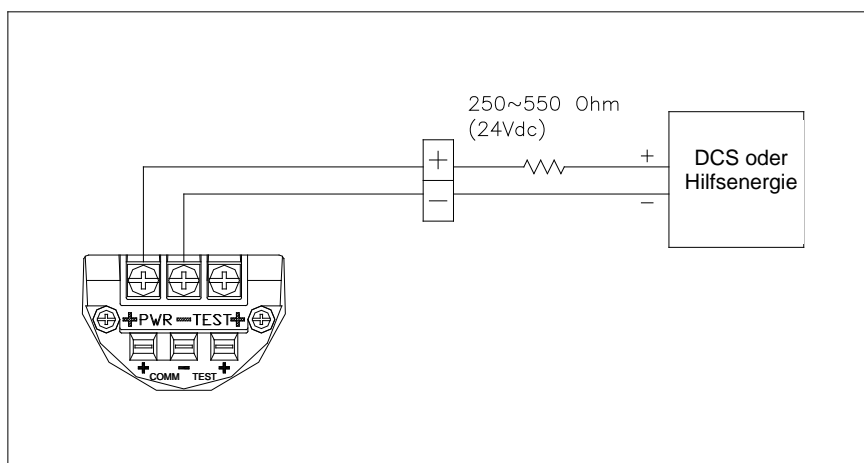

Abbildung 5-2: Anschluss an die Messumformer-Klemmleiste
- (1) Den Gehäusedeckel auf der mit „FIELD TERMINALS“ (Feldanschlussklemmen) markierten Seite entfernen. Es dürfen keine Deckel in einer explosiven Umgebung geöffnet werden, wenn die Schaltung unter Spannung steht.
- (2) Die Hilfsenergie wird an den Klemmen "+PWR" (links) und "-" in der Mitte angeschlossen. Die Hilfsenergie darf nicht an "+" der mit "TEST" gekennzeichneten Klemme angeschlossen werden. Dadurch wird die für den Anschluss "TEST" benötigte Prüfdiode zerstört.
- (3) Nicht verwendete Kabelführungen müssen durch Ex db IIC- und/oder Ex tb IIIC-Verschlussstopfen verschlossen werden.
- (4) Die Signalleitung darf nicht zusammen mit Leitung für Wechselspannung oder mit Hochspannungsleitungen verlegt werden. Liegt Erdpotenzial an, wird eine Seite der Signalschleife geerdet, während das andere Ende nicht geerdet wird.
- (5) Zur sicheren Erdung wird die dafür vorgesehene Schraubklemme fest angezogen. Es dürfen keine Wackelkontakte vorhanden sein.
- (6) Die Deckel des Messumformers werden wieder angebracht. Speziell bei Einsatz des Messumformers in einem explosiven Umgebungsbereich sind die Explosionsschutzvorschriften einzuhalten.
- (7) Achtung! Es darf keine Hochspannung (Wechselspannung) an die Messumformeranschlüsse angelegt werden. Das kann Schäden am Messumformer verursachen.
- (8) Es sollen zur Vermeidung externer Stromschläge Überspannungsschutzgeräte verwendet werden.
- (9) Zwecks HART-Kommunikation ist ein Widerstand von $250 \sim 600 \Omega$ (zwischen Hilfsenergie und Messumformer) in die Stromschleife zu schalten. Ein Schema zur Verdrahtung ist in Abbildung 5-2 dargestellt.